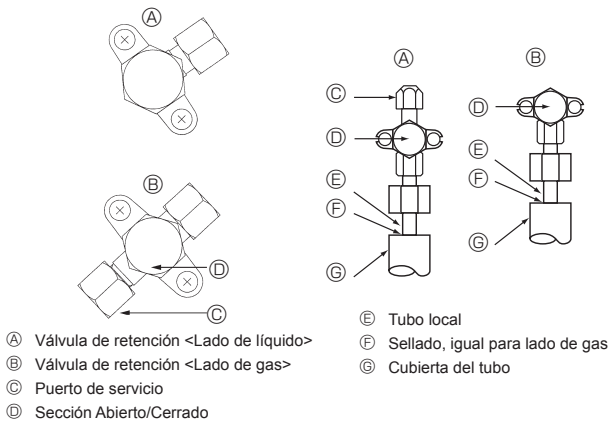

Fig. 4-4
4.4. Prueba de fuga de gas del tubo de refrigerante (Fig. 4-4)
- Si la presión se reduce en los pasos (2) o (3), hay una fuga de gas. Busque el punto de fuga del gas.